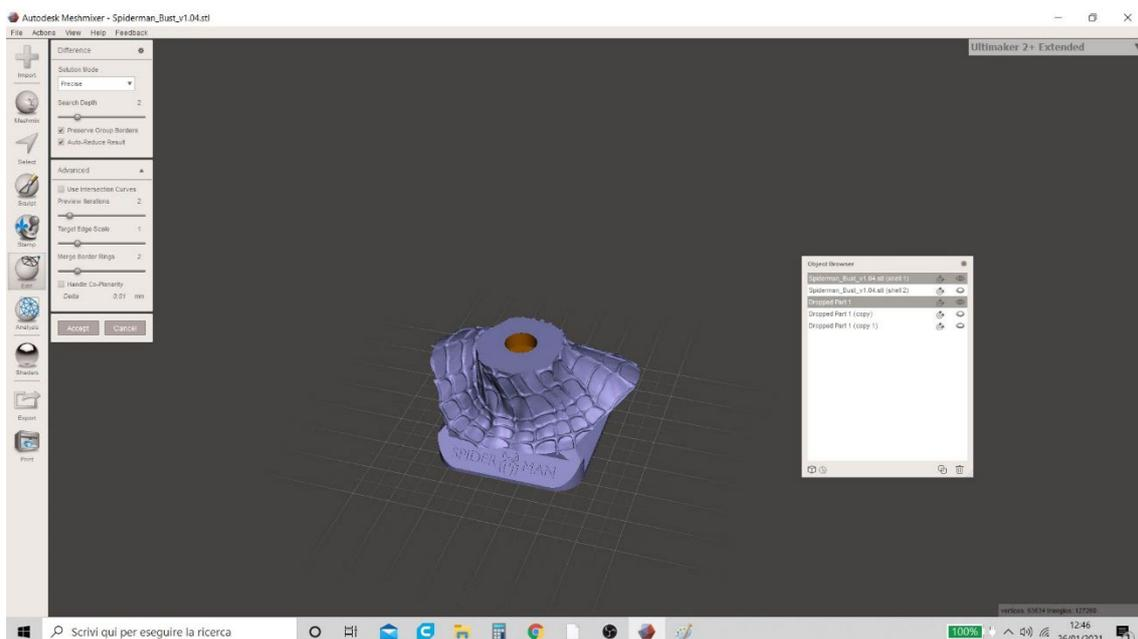

Figura 15 Meshmixer
8. La funzione "Boolean Difference" consente all'utente di visualizzare il foro sul modello (Figura 15 Meshmixer) e genera una tabella popup in alto a sinistra.